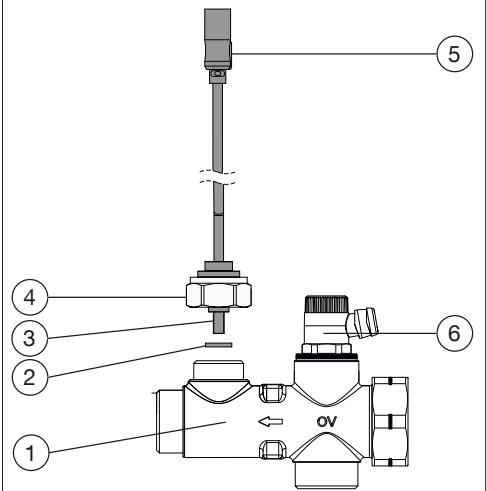

Fig. 1: Configuration
4. Desserrer l'écrou d'accouplement (voir Fig. 1 (4)) du capteur de débit et le tirer par-dessus la connexion à fiche du capteur à effet Hall. L'écrou d'accouplement est nécessaire pour le montage du nouveau capteur à effet Hall.
Veiller à ce que le joint torique (voir Fig. 1 (2)) soit démonté aussi.